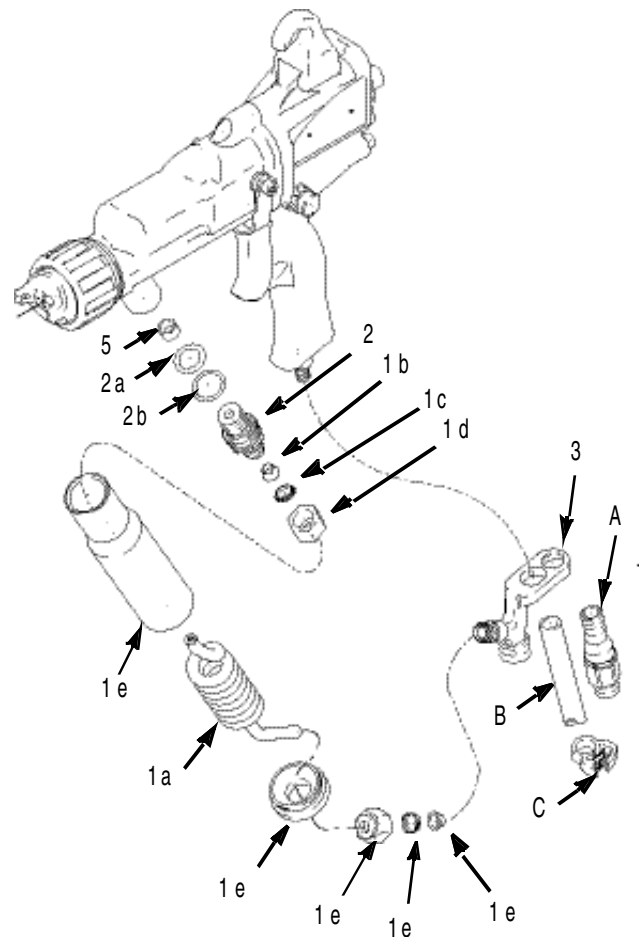

Fig. 3. Kit de conversion 244919
6. Monter le nouveau support (3) du kit sans serrer. Voir Fig. 3.
7. Mettre l'entretoise (5) sur l'entrée du canon. Enduire les joints toriques (2a, 2b) et les deux filetages du raccord produit (2) de graisse diélectrique Graco (4). Visser le raccord sur l'entrée du canon.
8. Visser l'écrou (1d) sur le raccord (2). S'assurer que les bagues (1c et 1b) sont en place sur le tube (1a) et montées sur le raccord (2) avant de serrer l'écrou (1d).
10. Introduire l'extrémité du tube en spirale (1a) dans le support (3). S'assurer que les bagues (1c, 1b) sont montées sur le support.
11. Fixer le support en serrant le raccord tournant (A). Serrer l'écrou (1d). Remettre le tube d'échappement (B) et la fixation (C).